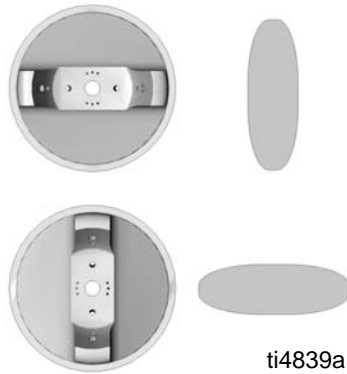

FIG. 2
1. Girar el casquillo de aire hasta obtener el chorro de pulverización deseado. Consulte la FIG. 2